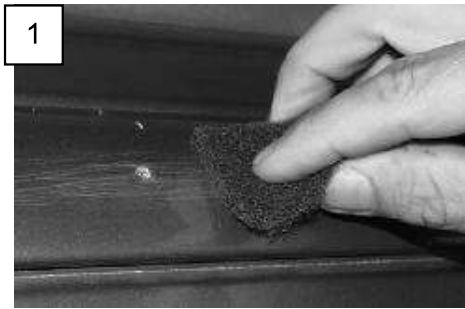

Abb. 4-1: Vorbereitung der Klebefläche / Preparation of the gluing area
DE: Entfernen Sie nun die Multirail mit den Endstücken vom Fahrzeug. Die Klebefläche auf dem Fahrzeug unter der Multirail anrauen (s. Abb. 4-1, 1) und mit Haftreiniger säubern. Die Klebeflächen und Bohrungen mit Sika Primer grundieren und trocknen lassen (2). **Beachten Sie die Angaben der Hersteller.**
EN: Now remove the Multirail with the end tails from the vehicle. Roughen the gluing area on the vehicle under the Multirail (see Abb. 4-1, 1) and clean with adhesive cleaner. Coat the holes with Sika Primer and allow to dry (2). **Follow the specifications of the manufacturer.**